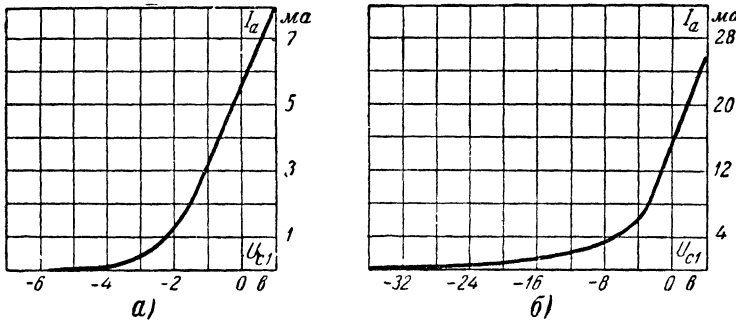

Рис. 104. Характеристики лампы.
чение относится к прямолинейной части кривой. Если мы будем увеличивать смещение, то войдем в зону нижнего изгиба характеристики, где крутизна будет стремительно убывать (рис. 104, *a*). Однако ты мне много раз повторял, что эта часть характеристики является запретной зоной. Ведь усиление без искажений возможно только на прямолинейном участке.
**Л.** — Это так, когда мы имеем дело с обычными лампами и значительными амплитудами сигнала, как, например, в каскадах низкой частоты. Но на высокой и промежуточной частотах амплитуда сигнала еще очень мала и в этом случае достаточно иметь приблизительно прямолинейный участок в области рабочей точки. Для этого созданы специальные лампы, крутизна характеристики которых изменяется сравнительно плавно, так что изгиб характеристики нерезко выражен (рис. 104, *б*). Такие лампы называются лампами с переменной крутизой. Конечно, это не означает, что крутизна всех других ламп постоянна, а лишь то, что в этих специальных лампах можно выбирать рабочую точку на участках с различной крутизой.